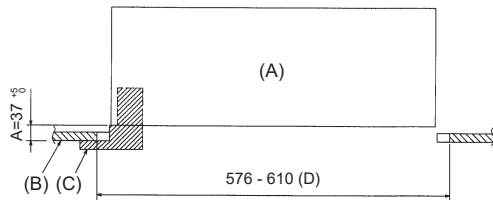
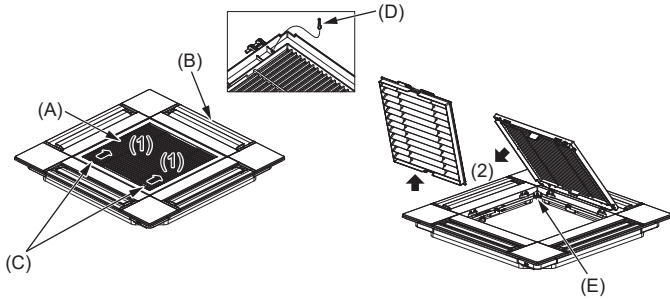
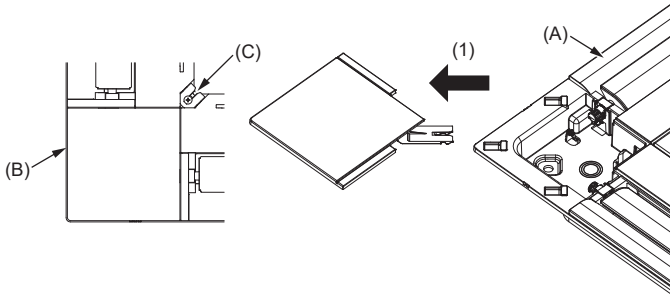

Fig. 10-2
Fig. 10-3
Fig. 10-4
10.2. Förberedelse för fäste av galleret (Fig. 10-2)
- (A) Huvudenhet
- (B) Tak
- (C) Tolk (tillbehör)
- (D) Mått på öppningen i taket
10.2.1. Demontera luftintagsgalleret (Fig. 10-3)
- Skjut spakarna i pilens riktning (1) för att öppna galleret.
- Se till att luftintagsgalleret är ställt i "öppet" läge och ta bort gångjärnet på luftintagsgalleret från galleret i enlighet med pilen (2).
- (A) Luftintagsgaller
- (B) Galler
- (C) Spakar på luftintagsgalleret
- (D) Gallerkrok
- (E) Hål för gallerkroken
10.2.2. Demontera hörnpanelen (Fig. 10-4)
- Skruva loss skruven i hörnet på hörnpanelen. Skjut hörnpanelen i pilens riktning (1) för att ta bort den.
- (A) Galler
- (B) Hörnpanel
- (C) Skruv